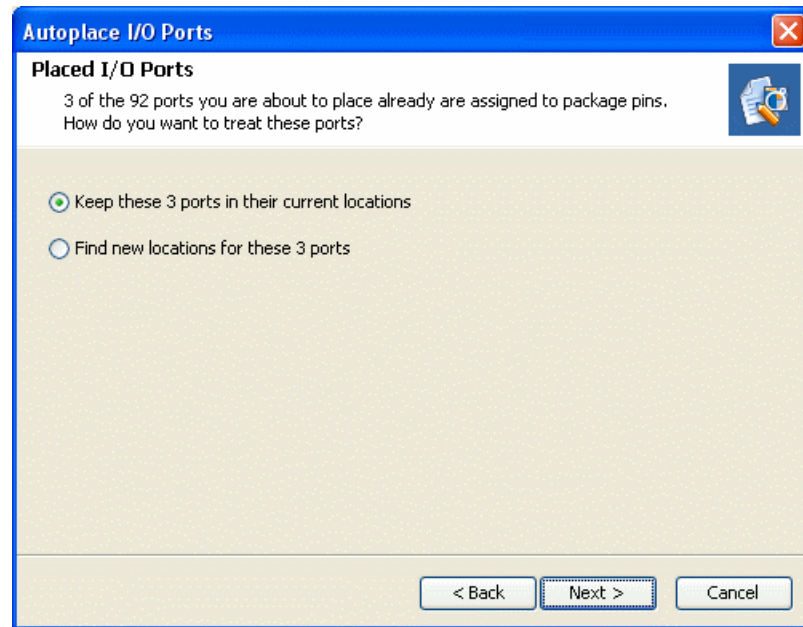

図 8-23： Autoplace I/O Ports ウィザード
4. 既にパッケージピンに割り当てられている I/O ポートのみを選択すると、244 ページの図 8-23 のページが表示されます。